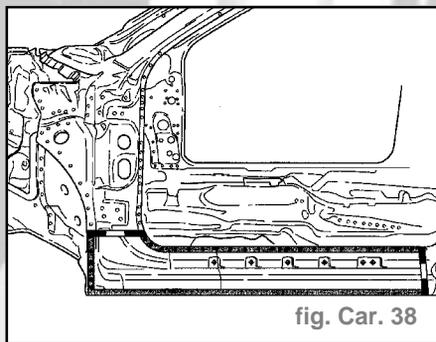

fig. Car. 38
- Définir les lignes de coupe du bas de caisse en fonction de l'endommagement (fig. Car. 38).